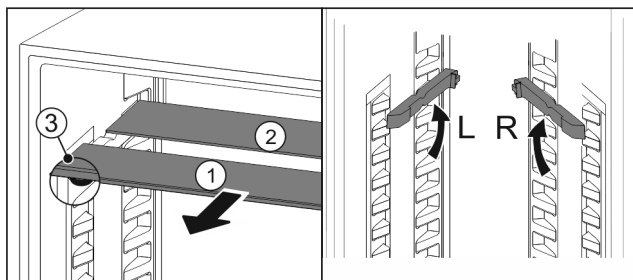

Fig. 25
- Издърпайте Fig. 25 (1) поотделно стъклените плочи напред.
- ▷ Стъклената плоча Fig. 25 (1) с декоративната лайсна е отпред.
- ▷ Ограничителите Fig. 25 (3) сочат надолу.